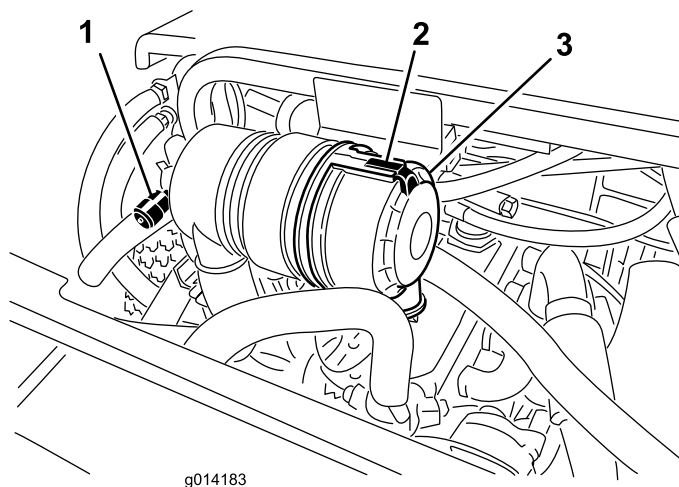

Bild 35
Warten Sie den Luftfilter nur, wenn die Wartungsanzeige dies angibt (Bild 35). Das frühzeitige Auswechseln des Luftfilters erhöht nur die Gefahr, dass Schmutz in den Motor gelangt, wenn Sie den Filter entfernen.
1. Lösen Sie die Lasche, mit der die Abdeckung des Luftfilters am Luftfilterkörper befestigt ist (Bild 35).